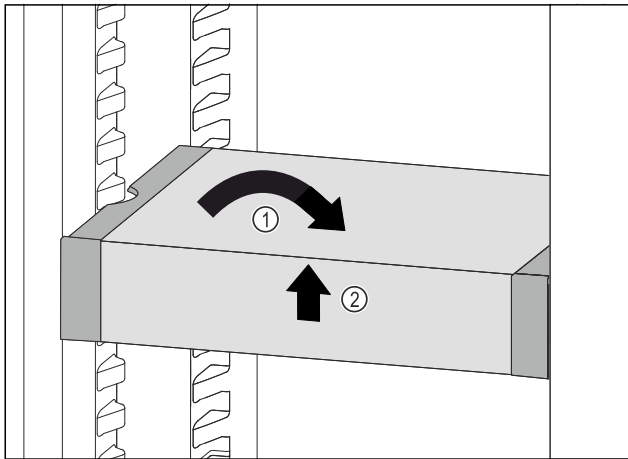

Fig. 130
- ▶ VarioSafe recht zetten. Fig. 130 (1)
- ▶ VarioSafe aan voorkant optillen. Fig. 130 (2)